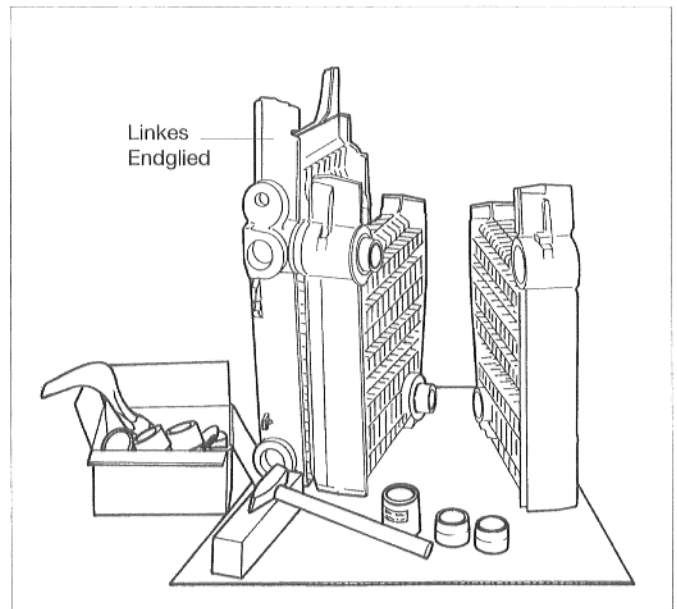

Abb. 3
- Linkes Endglied mit dem Gliedfuß nach oben aufstellen (Abb. 3).
- Erstes Mittelglied anfügen und leicht anschlagen (Abb. 3).